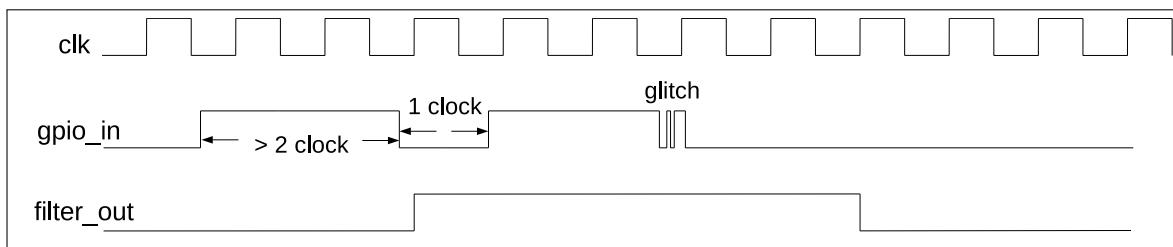

图 5-5. GPIO 输入信号滤波时序图
- 可选：置位 `IO_MUX_GPIOn_FILTER_EN` 使能 GPIO 管脚的输入信号滤波功能，如图 5-5 所示。只有当输入信号的有效宽度大于两个时钟周期时，输入信号才会被采样。否则，输入信号将会被滤掉。